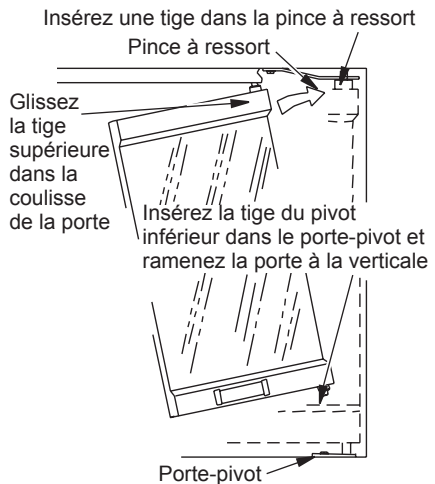

Figure 33 - Installation d'une porte vitrée en option
2. Alors que la poignée fait face au centre de l'ouverture de la chambre de combustion, insérez la tige du pivot du panneau de la porte vitrée dans le trou du porte-pivot sur le bord inférieur de l'ouverture de foyer (voir figure 33).
4. Inclinez l'assemblage du verre complètement à la verticale jusqu'à ce que la tige du pivot extérieur s'enclenche dans le trou de la pince à ressort supérieure (voir figure 33).